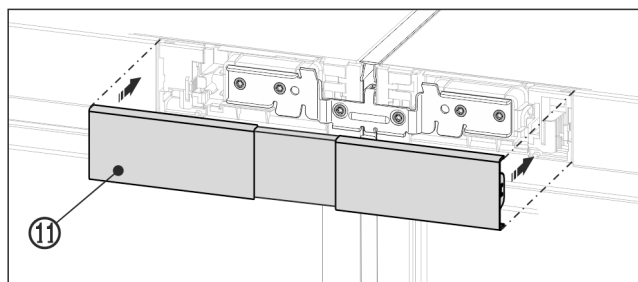

Fig. 24 Representación a modo de ejemplo
- ▶ Encaje la cubierta Fig. 24 (11) superior en el espacio todavía abierto que hay entre los dos paneles de mando. Al hacerlo, preste atención a que las caras exteriores de la cubierta queden a ras de los paneles de mando.